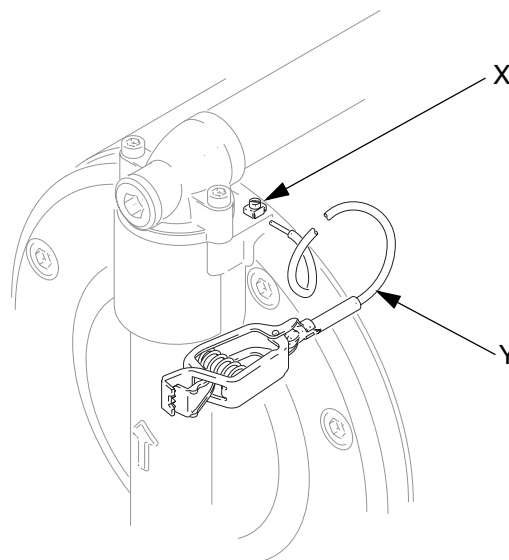

FIG. 4. Jordning av pump
- *Pump:* Använd en jordledning och klämma. Se FIG. 4. Lossa jordskruven (X). Stick in ena änden av en jordningskabel med minst 1,5 mm² tvärsnittsarea (Y) i jordningsklämman på pumpen (8) och dra åt skruven (X) ordentligt. Anslut kabelns andra ände till jord. Beställningsnummer för jordkabel och klämma är 238909.